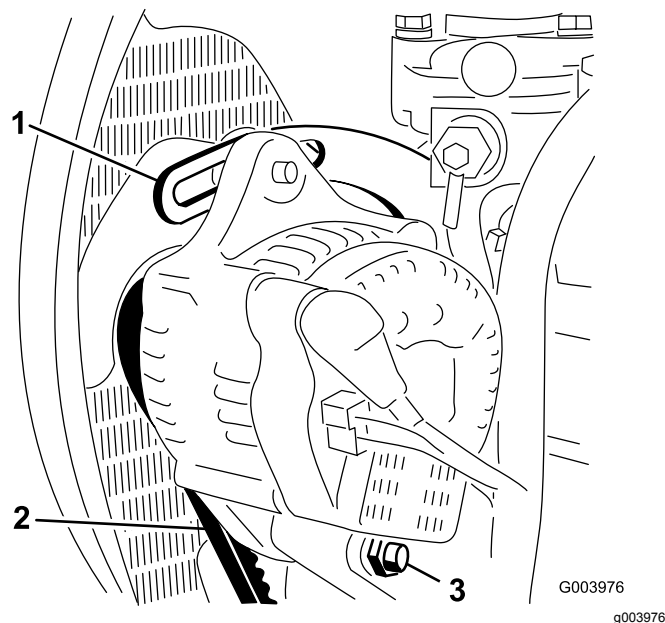

Figura 65
2. Verifique a tensão da correia do alternador, premindo-a (Figura 65) até meio caminho entre as polias do alternador e do cárter com uma força de 10 kg.
3. Desaperte o parafuso que segura a braçadeira ao motor (Figura 65), o parafuso que segura o alternador à braçadeira e o parafuso de articulação.